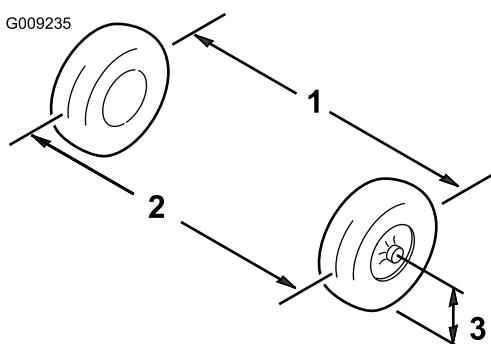

Figura 44
- Mida la distancia entre los neumáticos delanteros a la altura del eje, en la parte delantera y trasera de las ruedas (Figura 44).